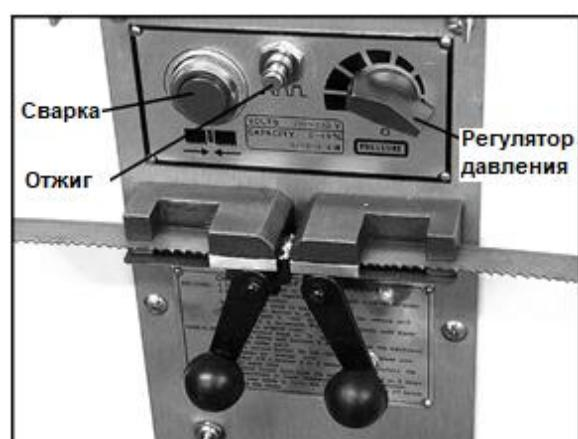

Рис. 18.
- Вставьте один конец полотна в левый зажим (Рис. 18). Уприте задний край полотна в заднюю
- Нажмите и удерживайте кнопку включения сварочного устройства (Рис. 18). Когда кнопка нажата, левый зажим смещается к правому и сдавливает концы полотна между собой. Одновременно с этим, через зажимы пропускается ток и происходит сварка полотна с образованием искр. Не отпускайте кнопку до тех пор, пока сварной шов не раскалится докрасна.
- Быстро нажмите и отпустите кнопку включения отжига (Рис. 18). Повторяйте это действие, пока сварной шов не накалится до слегка красноватого цвета.